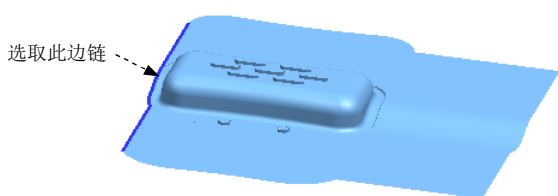

图 1.39 定义拉伸对象 4
Step4. 创建拉伸特征 4。选择下拉菜单 **插入(S)** → **设计特征(F)** → **拉伸(E)...** 命令，系统弹出“拉伸”对话框；选取图 1.39 所示的片体边链为拉伸对象；在 **指定矢量(1)** 下拉列表中选择 **XC** 选项；在 **限制** 区域的 **开始** 下拉列表中选择 **值** 选项，并在其下的 **距离** 文本框中输入数值 0，在 **结束** 下拉列表中选择 **值** 选项，并在其下的 **距离** 文本框中输入数值 100；其他参数采用系统默认设置值；单击 **确定** 按钮，完成如图 1.40 所示拉伸特征 4 的创建。